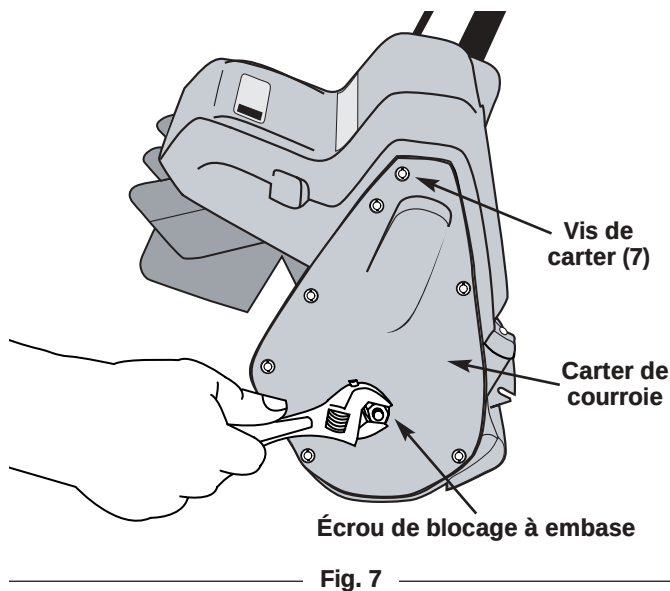

Fig. 6
4. Pour obtenir un soufflage efficace de la neige, les aube(s) doivent être parallèles, la neige doit être dirigée dans le même sens que le vent et chaque passage doit légèrement déborder sur le précédent (Fig. 6).